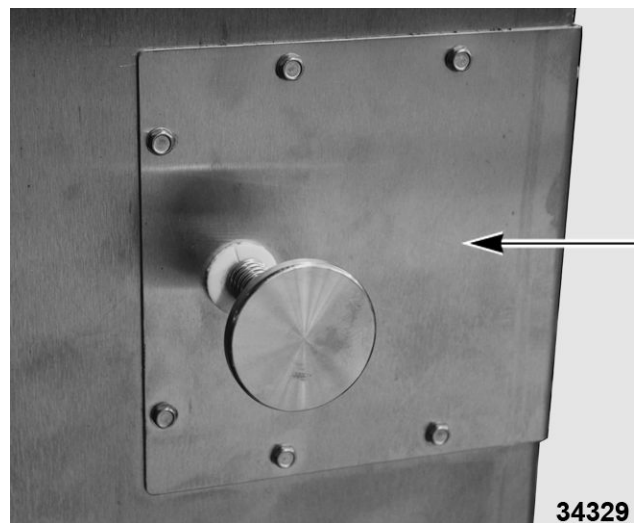

Fig. 67
- A. Remove inner door handle cover (Fig. 67).